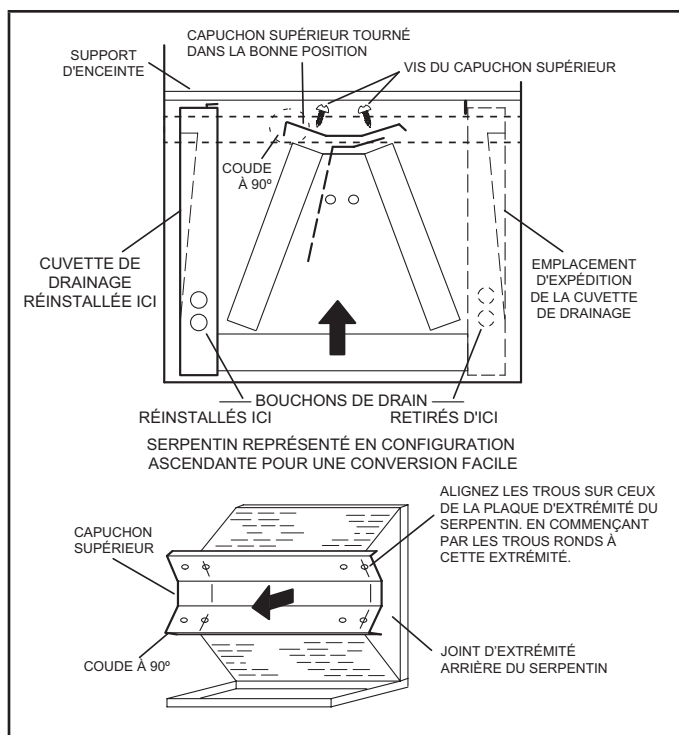

FIGURE 6. Modification sur place pour refoulement du côté gauche
- 7 - Faites pivoter le couvercle supérieur de 180° pour inverser l'avant et l'arrière, et alignez-le sur des trous de vis inutilisés. Les trous doivent être alignés avec les plaques d'extrémité arrière et avant du serpent. Le couvercle supérieur comporte un rebord plié à 45° d'un côté et à 90° de l'autre. **Le rebord plié à 90° doit être du côté du bac de drainage horizontal** comme illustré à la figure 6.
REMARQUE - Les conduits horizontaux doivent être équipés d'un évent anti-siphon (tube vertical) installé en amont du conduit horizontal. Voir la figure 6. Un tronçon horizontal extrêmement long peut nécessiter une conduite de drainage surdimensionnée pour éliminer les blocages.